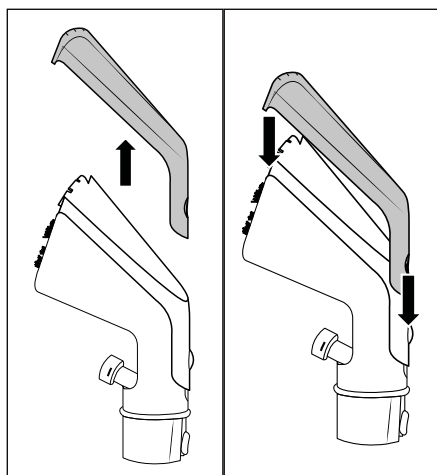

Fig. 9
- ◆ Apăsați tasta de blocare 24 de pe capacul accesoriului de curățare 23 al duzei pentru tapițerie 22 și scoateți capacul accesoriului de curățare 23 (a se vedea fig. 9).
- ◆ Așezați capacul accesoriului de curățare 23 pe duza pentru tapițerie 22 și glisați-l în jos până când tasta de blocare 24 se blochează în duza pentru tapițerie 22 (a se vedea fig. 9).